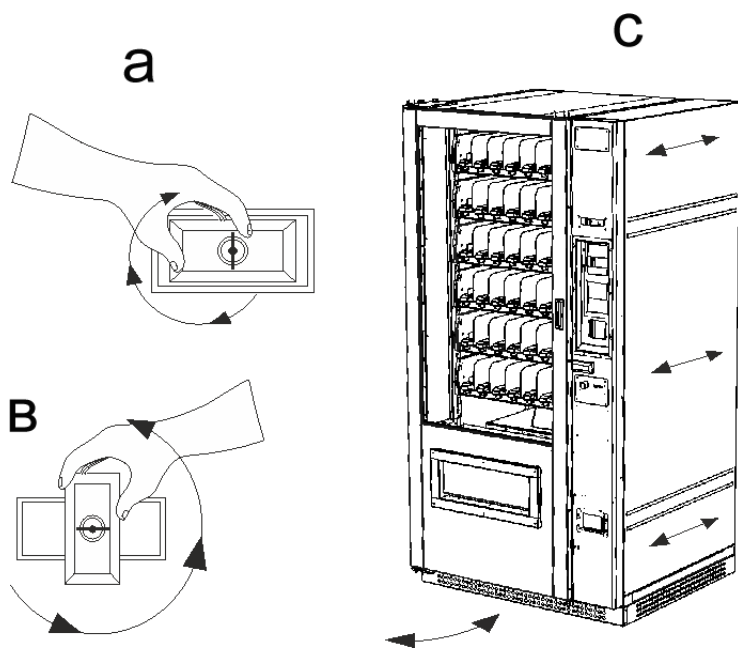

Рисунок 5
1. Вставьте ключ в замок. Поверните ключ по часовой стрелке, ручка замка выдвинется вперёд (рисунок 5, а)
2. Крутите ручку замка против часовой стрелки, при этом тяните её на себя (рисунок 5, в). При необходимости приложите усилие.
3. После открытия вы можете открыть отсек управления (7, рис. 2) и дверь (3, рис. 2). Отсек управления открывается выдвижной панелью (8, рис. 2). Выдвинете её на себя (рис. 5, с).